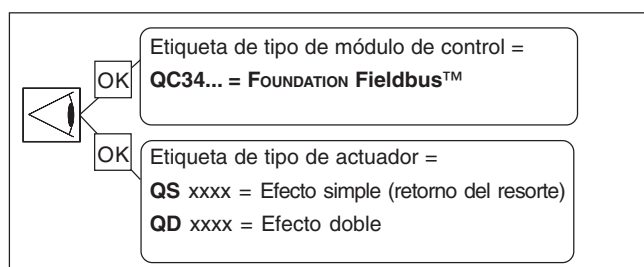

Fig. 2.2 Identificación
- \* Vea la etiqueta del módulo, la cual indica la ejecución correcta (fig. 2.2)
- \* Vea el tipo de actuador: de acción simple o doble (fig. 2.2)